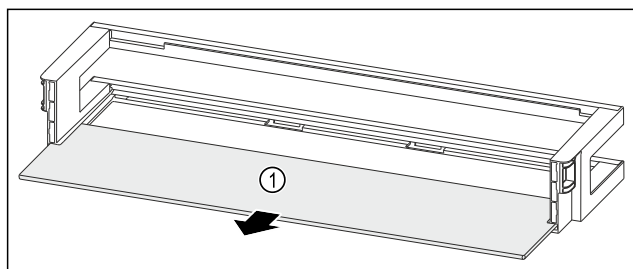

Fig. 222 Balconcino controporta con ripiano
- Rimuovere il ripiano Fig. 222 (1).